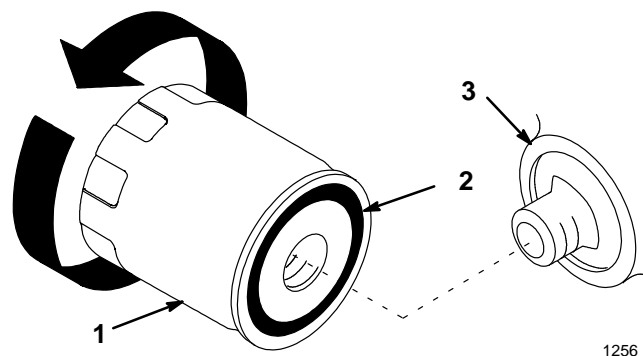

Figure 29
2. Déposer le filtre usagé et essuyer la surface de joint de l'adaptateur du filtre (Fig. 29).
3. Enduire d'une mince couche d'huile fraîche le joint de caoutchouc du filtre neuf (Fig. 29).
4. Monter le nouveau filtre à huile sur l'adaptateur, en vissant le filtre dans le sens des aiguilles d'une montre jusqu'à ce que le joint de caoutchouc touche l'adaptateur, puis en le vissant encore de 1/2 tour supplémentaire (Fig. 29).